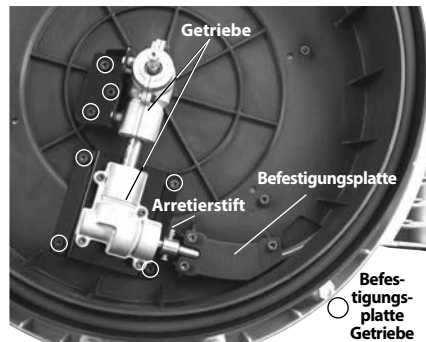

Abbildung 11 – Geöffnetes Gehäuse der Abflussreinigungsmaschine
2. Nehmen Sie die Befestigungen des Gehäuses ab (mit einem 4-mm-Inbusschlüssel) und öffnen Sie das Gehäuse (Abbildung 11).
3. Nehmen Sie die Befestigungen und Befestigungsplatten ab (Abbildung 11).